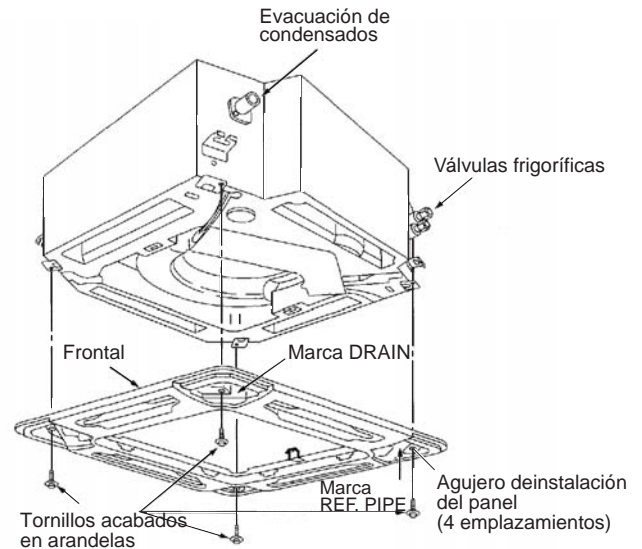

Fig. 9-16
3. Apriete los tornillos servidos en los 4 lugares de instalación del frontal para fijarlo firmemente a la unidad. (Fig. 9-16)